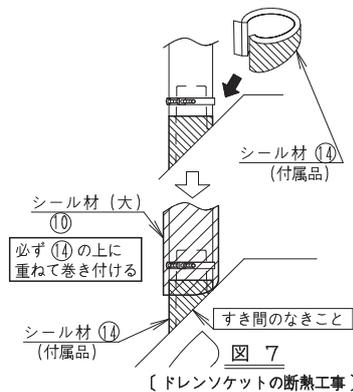

図 7 [ドレンソケットの断熱工事]
排水を確認した後、ドレンソケットにシール材⑭を取り付け、断熱してください。(図7参照)
- (3) 結露が発生し水もれをおこす原因になりますので次の2カ所(屋内を通るドレン配管・ドレンソケット部)に必ず断熱工事を行ってください。排水を確認した後、シール材⑭をすき間のないよう取り付け、シール材(大)⑩を使用してドレンホース①・クランプ金具②の上から断熱してください。(図7、9参照)